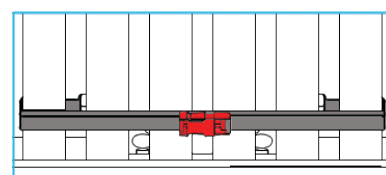

Abbildung 5
3.2f Ziehen Sie beide Schnallen so, dass sie sich in der Mitte an der Unterseite auf der Unterseite des Bettes treffen und zusammenklemmen (siehe Abb. 5). Ziehen Sie das lose Ende des Gurtes zum Festziehen. Verstauen Sie alle losen Gurtenden, um ein Stolpern zu vermeiden.